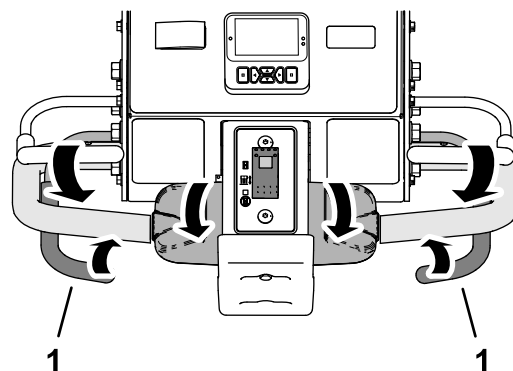

図 83
3. 前タイヤが作業場所に入るタイミングで、左または右のエアレーションペイルを握り込む 図 83。